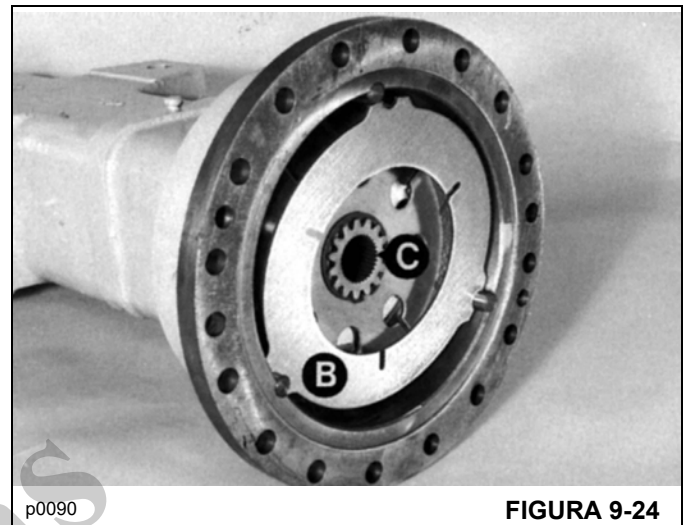

FIGURA 9-24
- Instale uma contraplaca **B** (Figura 9-24) na carcaça e, em seguida, o conjunto do freio e a outra contraplaca. Verifique se a extremidade chanfrada do transportador do freio **C** está voltada para o lado oposto da cabeça de acionamento. Retorne as contraplacas reutilizadas às suas posições originais. Empurre o conjunto do freio completamente até sua posição inicial.